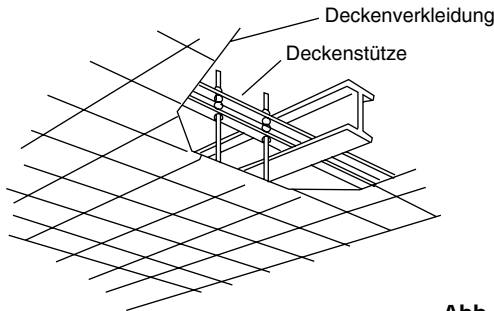

Abb. 3-92
- Die bereits vorhandenen Deckenstützen verwenden bzw. eine geeignete Stütze herstellen, wie in Abb. 3-92 gezeigt.